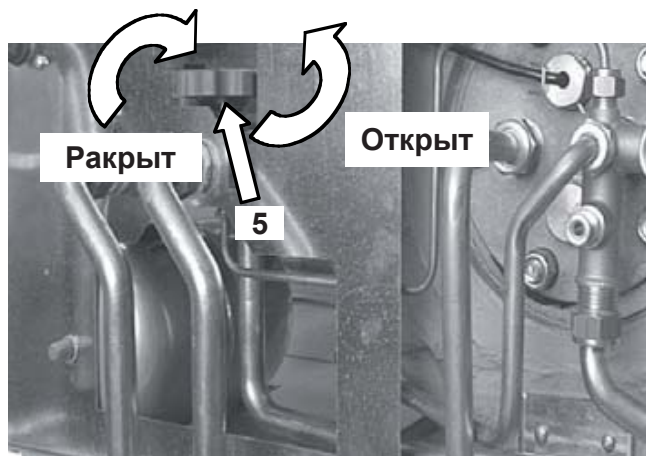

рисунок 3.1
- Откройте кран заполнения системы отопления 5 (рисунок 3.1) и закройте, когда давление достигнет значения, указанного на рисунке 3.1.